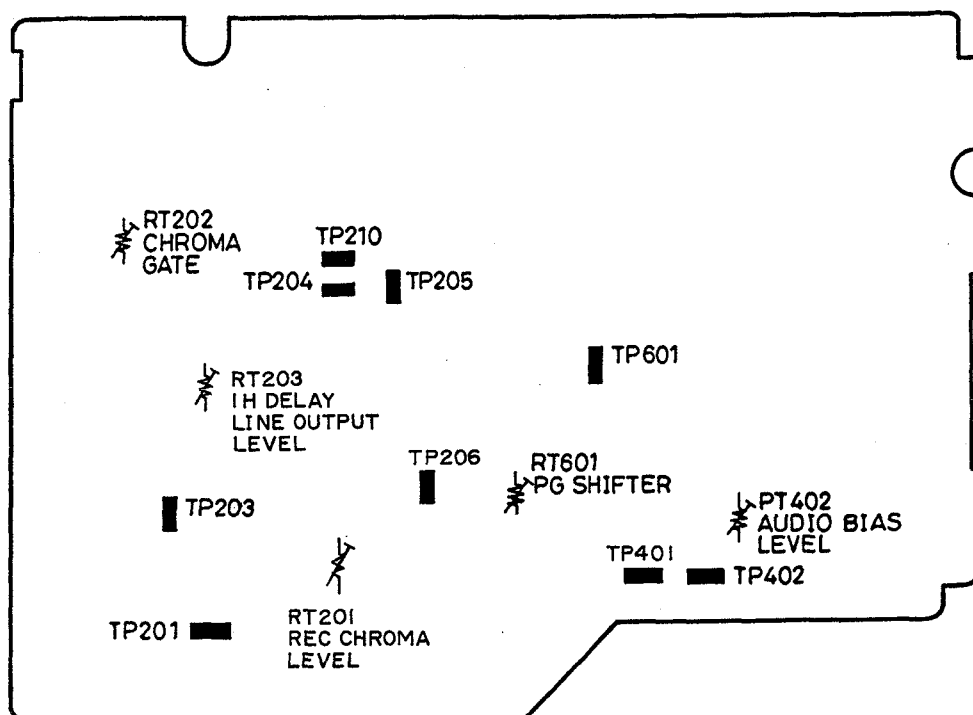

Fig. 4-151 Carte de circuits imprimés
1) Réglage du niveau de polarisation audio (Fig. 4-151)